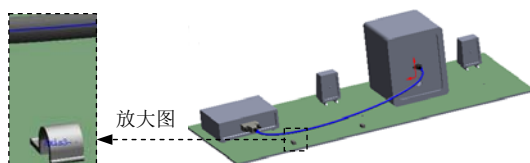
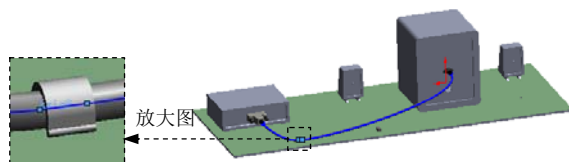

图 11.11.11 选取线路
图 11.11.12 线夹 1 移到电线
Step10. 将电线移到线夹 1。选择 **电气** 功能选项卡中的  **步路通过线夹(T)** 命令，系统弹出“步路通过线夹”对话框；选取图 11.11.11 所示的电线和线夹的轴线；单击对话框中的  按钮，完成图 11.11.12 所示将电线移到线夹的创建。